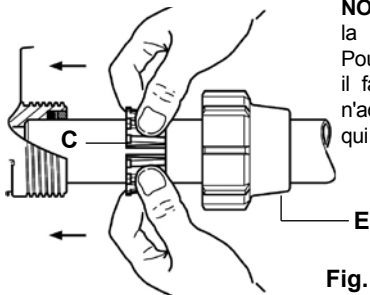

Fig. 4
- Placer sur le tube d'entrée et de sortie d'eau coupé proprement et chanfreiné, l'écrou (Fig. 4-E) et la bague crampée (Fig. 4-C).
- Introduire le tube jusqu'en butée dans les orifices d'entrée et de sortie d'eau (Fig. 4).
- Pousser jusqu'en butée la bague crampée (Fig. 4-C) sur l'entrée, puis l'autre sur la sortie d'eau.
- Serrer l'écrou (Fig. 4-E).
- Avancer la bague crampée en position, en l'écartant avec les deux pouces placés dans la fente (Fig. 4-C) pour ne pas racler la colle, puis procéder au serrage de l'écrou.